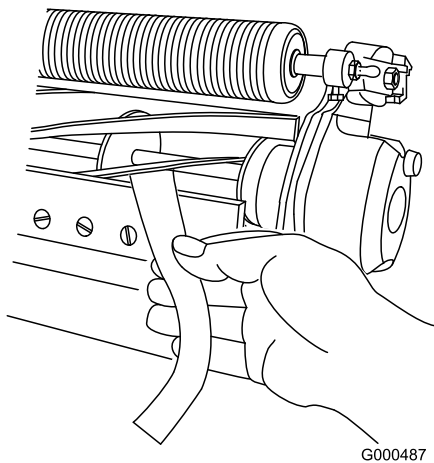

图5
- 在滚刀与底刀间插入一长条剪切性能纸（Toro 零件号 125-5610），纸要与底刀垂直，检测剪切性能（图5）。缓慢向前旋转滚刀；滚刀应剪切检测纸